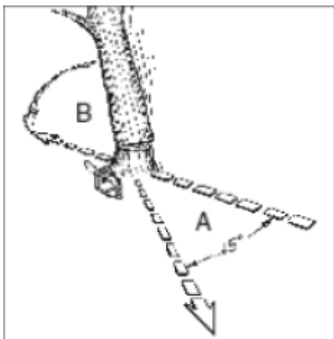

Fig 10a
Attenzione: prima di iniziare il taglio, è necessario pianificare e liberare una via di fuga (A). La via di fuga deve estendersi all'indietro e in diagonale, nella direzione opposta alla caduta, come in Fig. 10a.
**ATTENZIONE:** Quando il taglio di abbattimento si avvicina alla cerniera, l'albero dovrebbe iniziare a cadere. Quando l'albero inizia a cadere, rimuovere la sega dal taglio, spegnere il motore, posare la motosega e abbandonare l'area tramite la via di fuga (Fig. 10a).